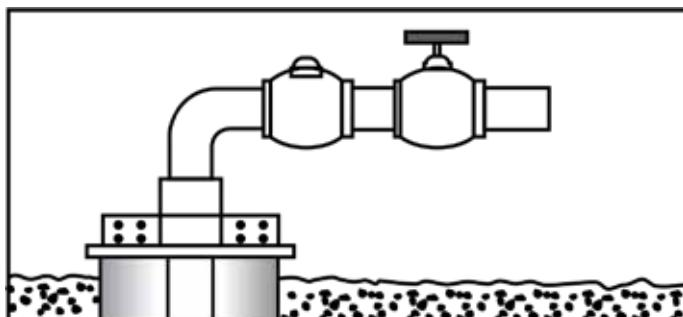

Figura 13.1: Montagem do cavalete
• Após a instalação deve-se montar o cavalete (curva de saída, a válvula de retenção, o registro, etc.) figura 13.1.